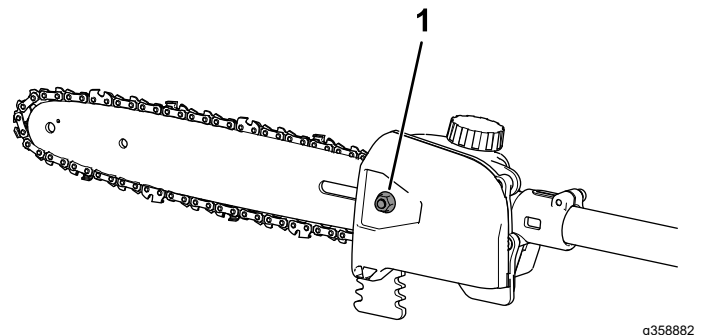

Figura 13
4. Gire el tornillo de la cubierta de la espada en sentido antihorario para aflojar la cubierta, pero no la retire (Figura 13).
el tornillo de la cubierta en sentido horario antes de comprobar la tensión (Figura 13).